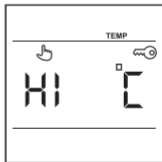

Рис. 9
- перегрева поверхности выше $+45\text{ }^{\circ}\text{C}$. На дисплее появится соответствующая информация (рис. 9). Обогрев будет отключен.